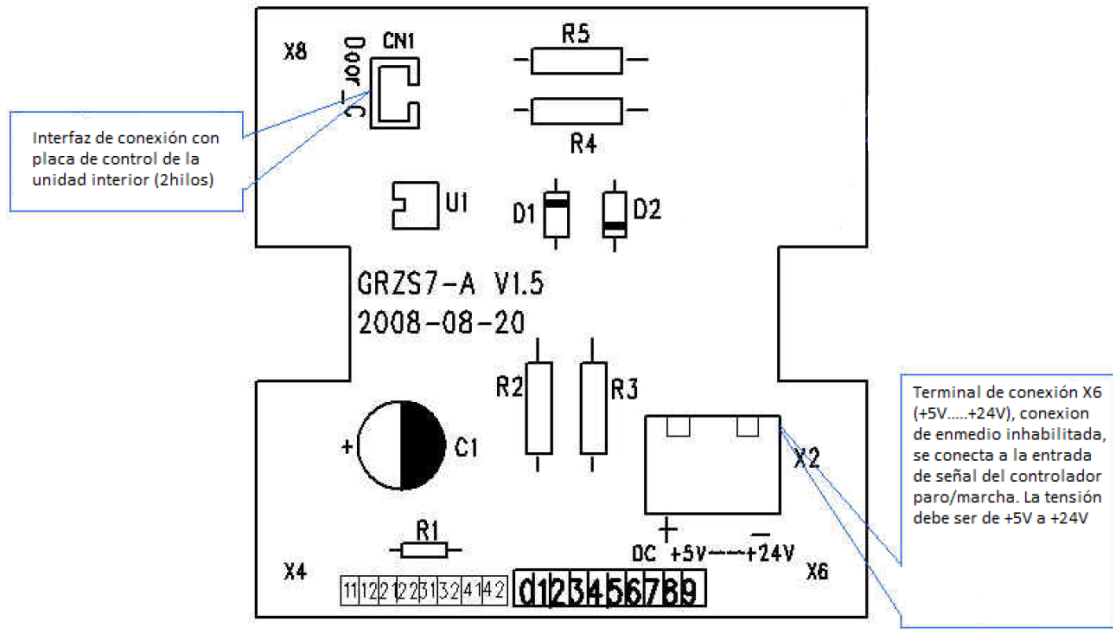

Fig2: Esquema de la interfaz de detección del controlador paro/marcha
3. El esquema de la placa de detección del controlador paro/marcha se muestra en la Fig.2: